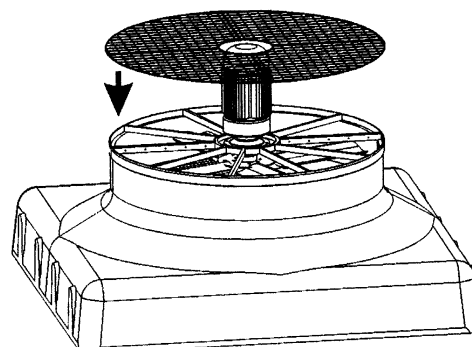

Fig. 13
a) Check that the grating that protects the fan is assembled. If it is not, assemble it (fig. 13)
a) Vérifier si la grille de protection du ventilateur est montée, dans le cas contraire, la monter (fig. 13).
- a) Comprobar si se encuentra montada la rejilla de protección del ventilador, en caso de no ser así, montarla (fig. 13).